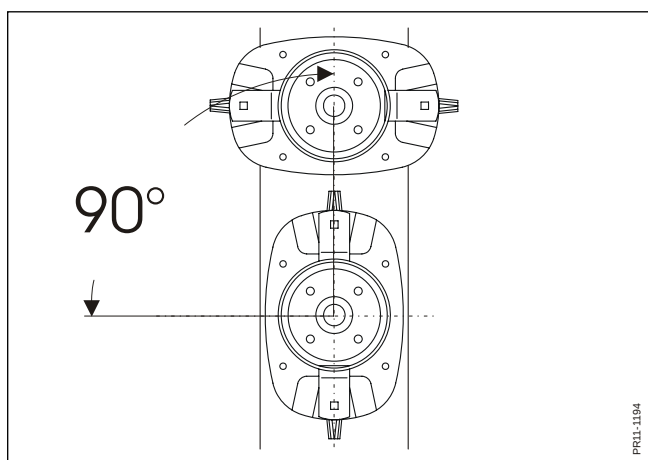

Fig. 5-11
- Fig. 5-11** Om tallrikarna har varit demonterade skall de återmonteras förskjutna 90° i förhållande till varandra.